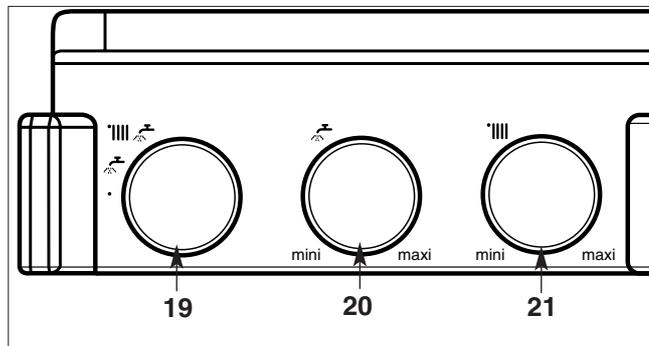
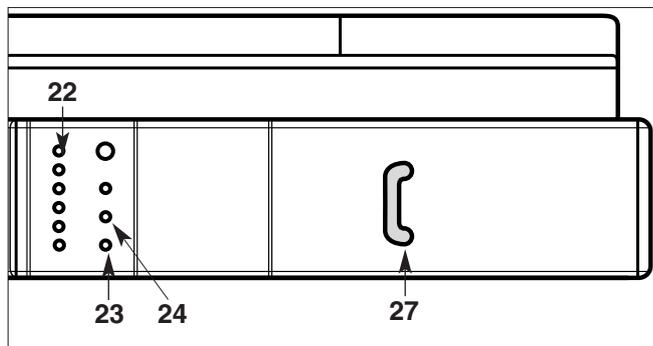

Fig. 23
Fig. 24
Ne pas oublier de le rouvrir en début de saison de chauffage, lorsque l'on replace le commutateur "19" (fig. 23) en position « III 🔥 ».
- Placez le commutateur "19" (fig. 23) en position « III 🔥 » voyant vert "23" allumé ; le voyant orange "24" (fig. 24) s'allume chaque fois que le brûleur entre en fonction.
Le bouton de réglage du chauffage "21" « III » (fig. 23) donne la possibilité d'ajuster la température de l'eau du circuit de chauffage en fonction des besoins saisonniers.
L'indicateur "22" 🔥 (fig. 24) affiche cette température.
- Placez le commutateur "19" en position arrêt « ● » (extinction du voyant vert "23" (fig. 24).